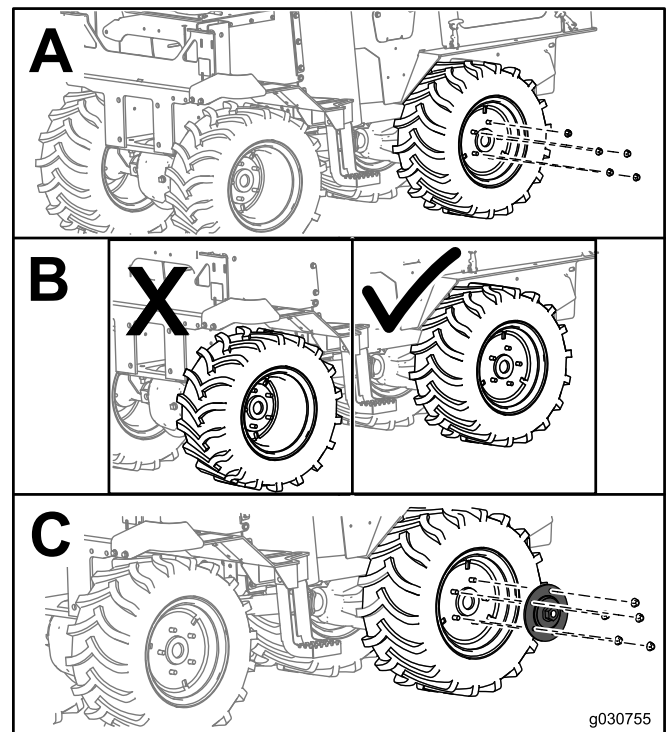

Figura 1
3. Extraiga las tuercas de una de las ruedas (Dibujo A de Figura 1).
5. Instale una placa adaptadora en el cubo de la rueda y sujétela con las tuercas (Dibujo C de Figura 1).